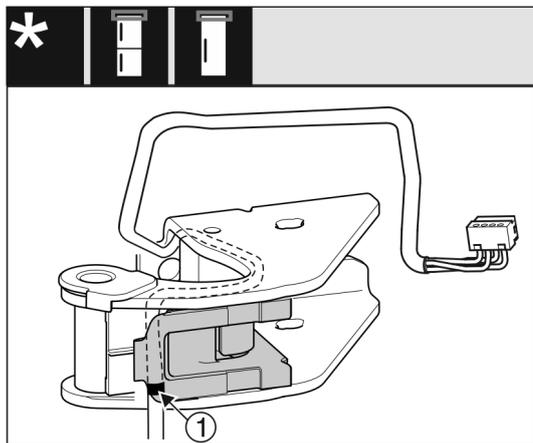

Fig. 19
- ▷ Srednja oznaka treba pritom biti na rubu držača kabela Fig. 19 (1).